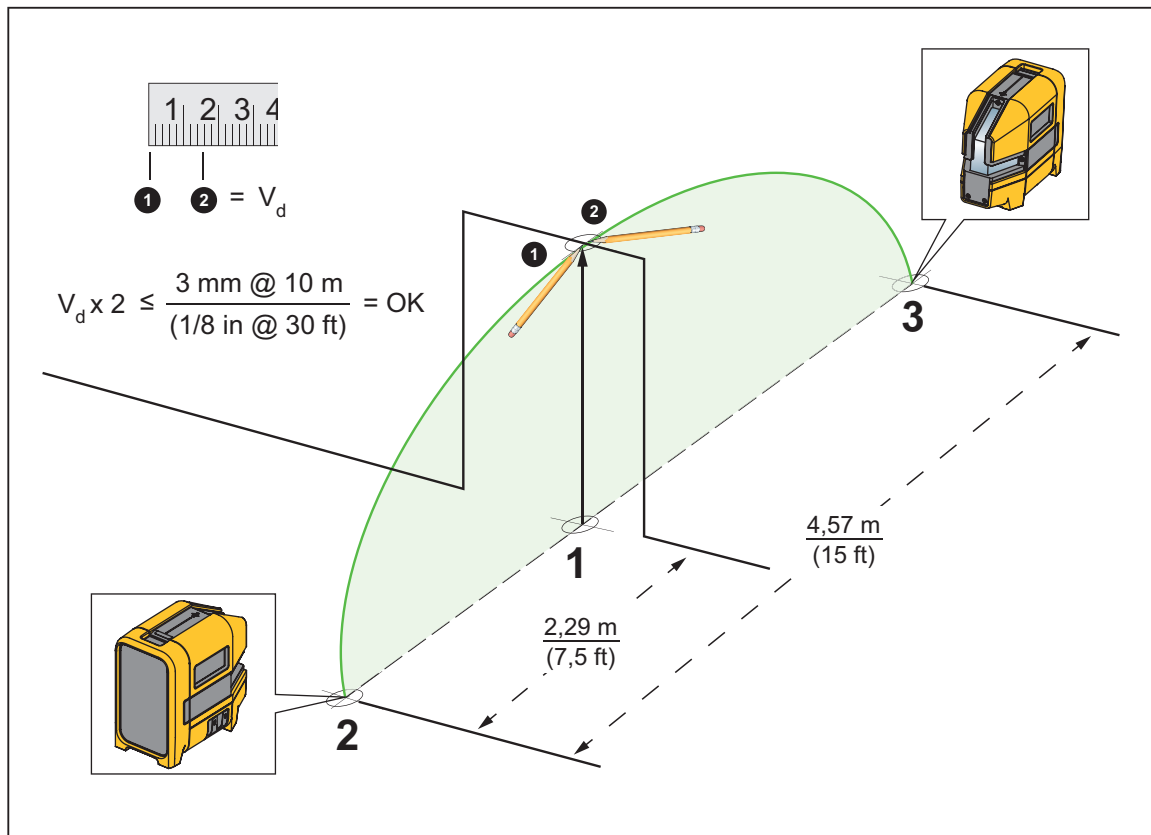

Abbildung 9. Genauigkeit des vertikalen Lasers
3. Mittig unter dem Türsturz auf dem Boden eine Kreuzmarkierung (Markierung 1) anbringen. Siehe Abbildung 9.
7. Am Türsturz über Markierung 1 eine Kreuzmarkierung ① anbringen.
9. Am Türsturz über Markierung 1 eine weitere Kreuzmarkierung ② anbringen.